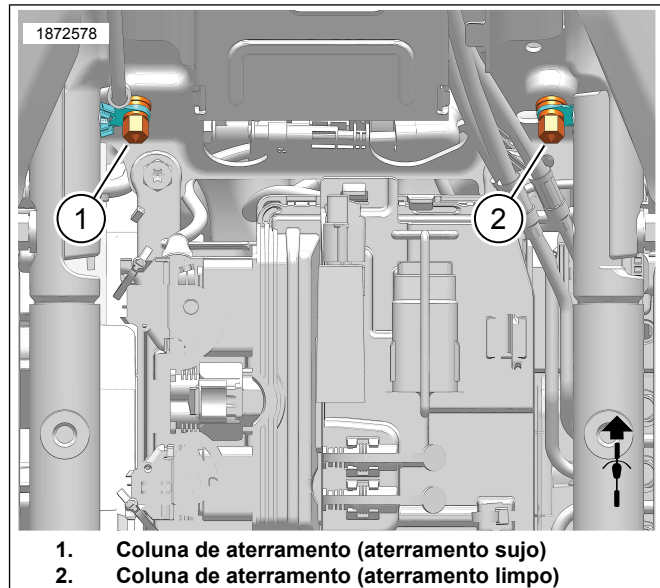

Figura 7. Localizações da coluna de aterramento na caixa de bateria
- b. Veja Figura 7 . Encaminhe o fio terra por meio de orifícios retangulares em direção aos postes de aterramento.
Veja Figura 7 . Oriente e conecte o fio de ligação terra do ATM na coluna de aterramento limpo (2). Aperte.